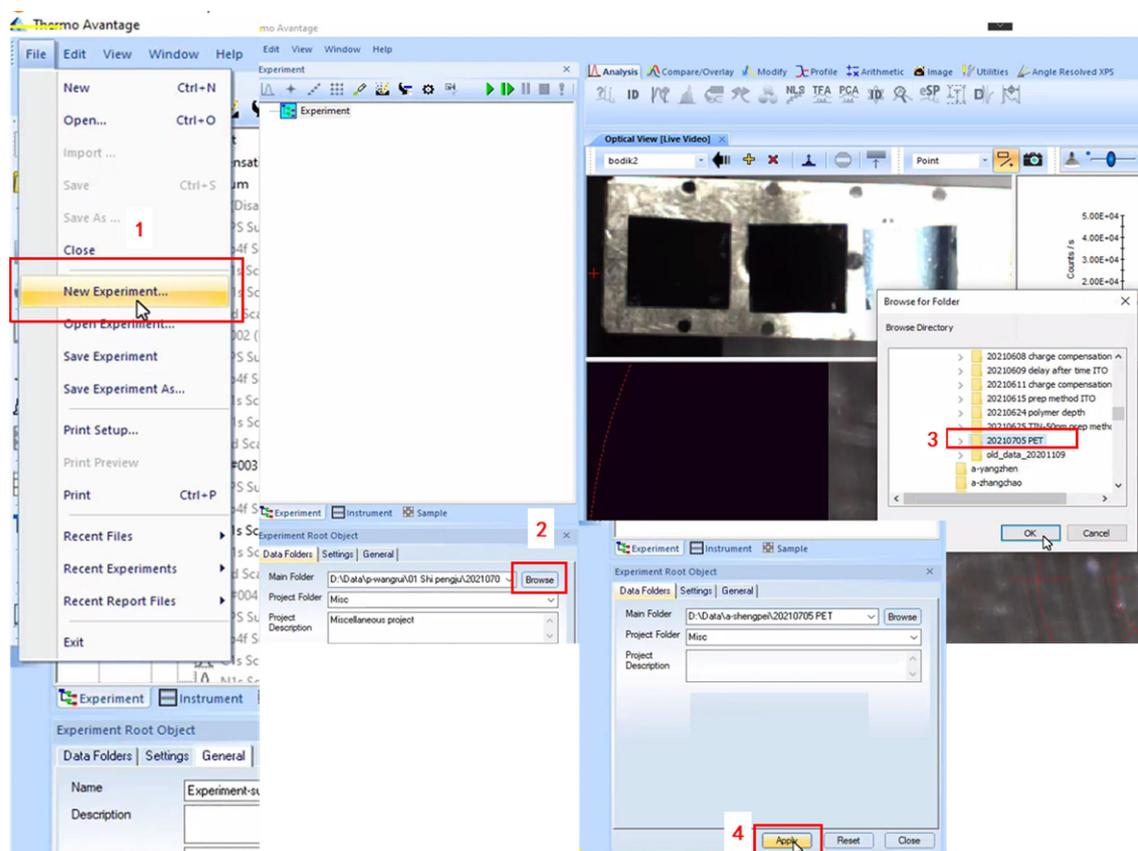

图 16 新建实验文件操作示意图
### 6.5.1 实验前的设定（操作示意如图 16）
- (3) 点击“Experiment”选项卡，回到实验设定界面（图 16）。